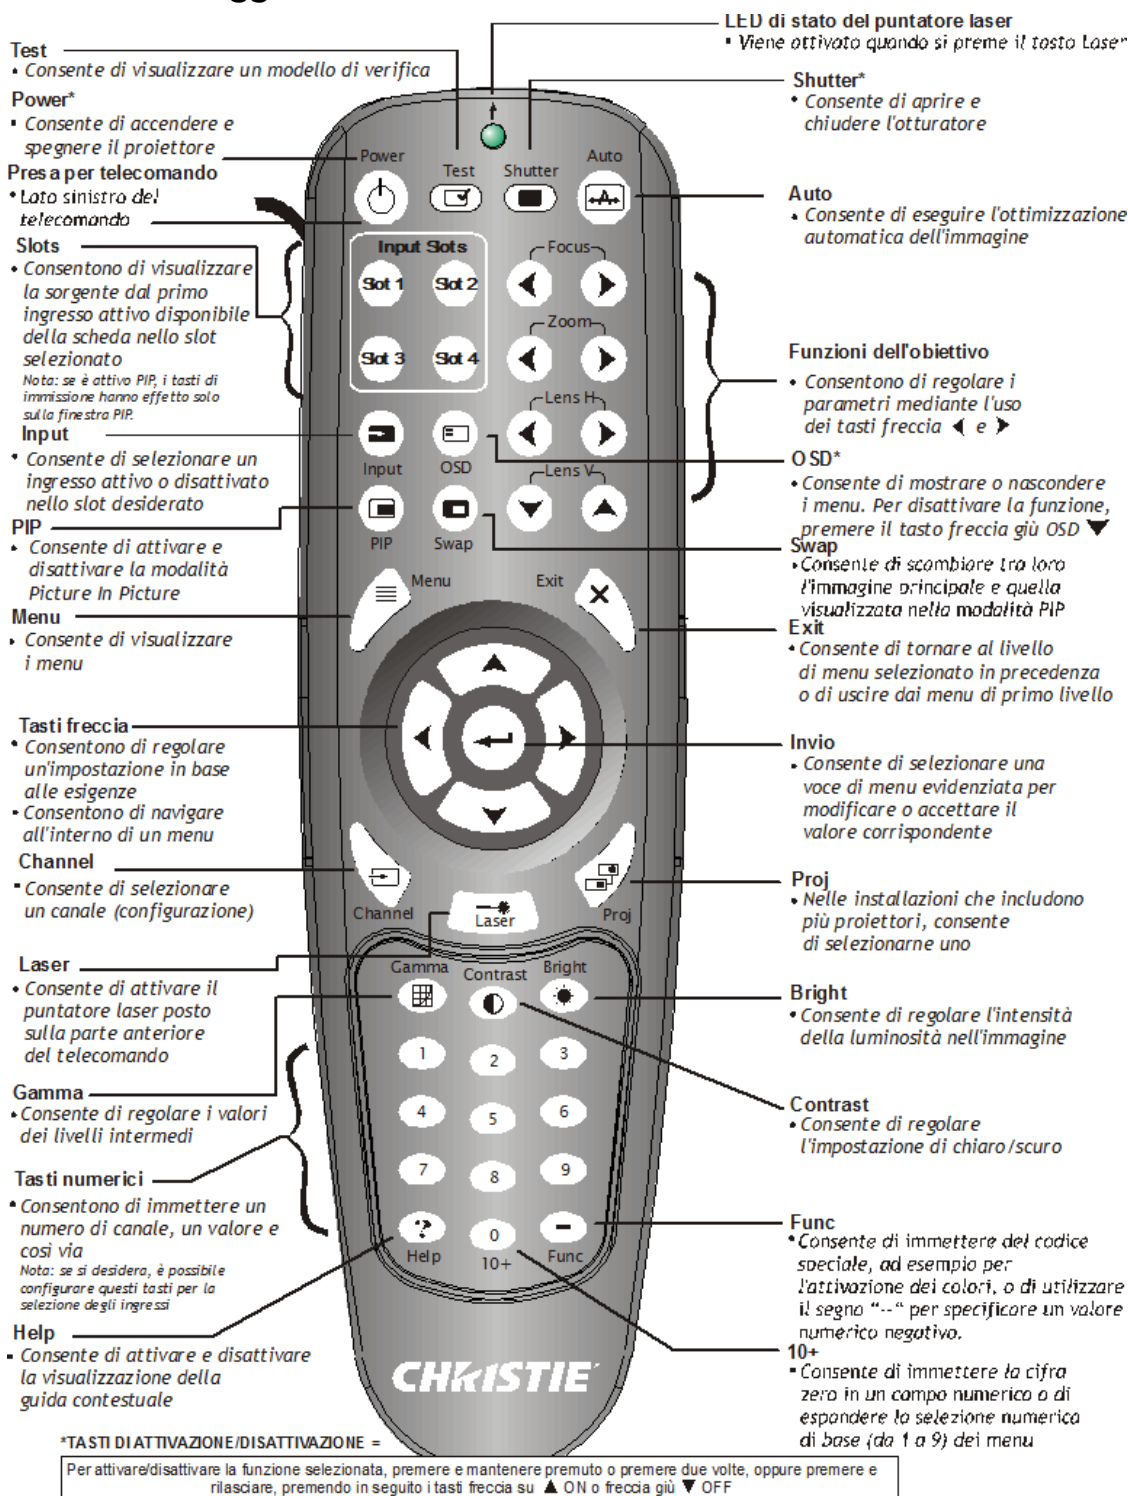

FIGURA 3-1 TELECOMANDO
- **Telecomando:** è possibile controllare il proiettore con telecomando cablato (è incluso l'apposito cavo) o wireless fino a una distanza massima di 8 metri. Il telecomando consente di controllare il proiettore senza l'ausilio di cavi per mezzo di un trasmettitore a raggi infrarossi (IR) a batteria. Utilizzare il telecomando a raggi infrarossi allo stesso modo in cui si usa un telecomando per televisore o videoregistratore. Quando si preme un tasto funzione, puntare il telecomando verso il sensore a raggi infrarossi anteriore o posteriore del proiettore. Uno dei due sensori a raggi infrarossi sul proiettore rileva il segnale e inoltra i relativi comandi per l'elaborazione interna. Il telecomando è dotato di un puntatore laser. Vedere la *Figura 3-1 Telecomando*.
**NOTA:** per utilizzare le funzioni di **ACCENSIONE**, **SHUTTER (Otturatore)** e **OSD**, effettuare una delle operazioni seguenti: tenere premuto il tasto per due secondi o premere il tasto due volte in rapida successione, quindi premere la **FRECCIA VERSO L'ALTO** per attivare la relativa funzione o la **FRECCIA VERSO IL BASSO** per disattivarla. Vedere la *Figura 3-1 Telecomando*.